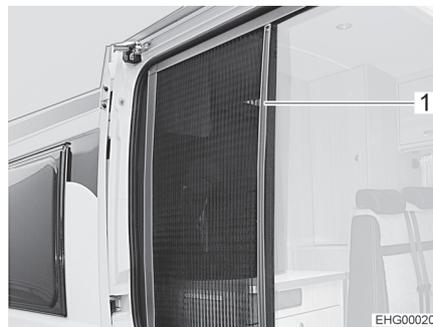

Bild 8 Insektenschutz
- Schließen:** ■ Insektenschutz an der Leiste (Bild 8,1) ganz herausziehen.
- Öffnen:** ■ Insektenschutz an der Leiste (Bild 8,1) in Ausgangsstellung zurückschieben.